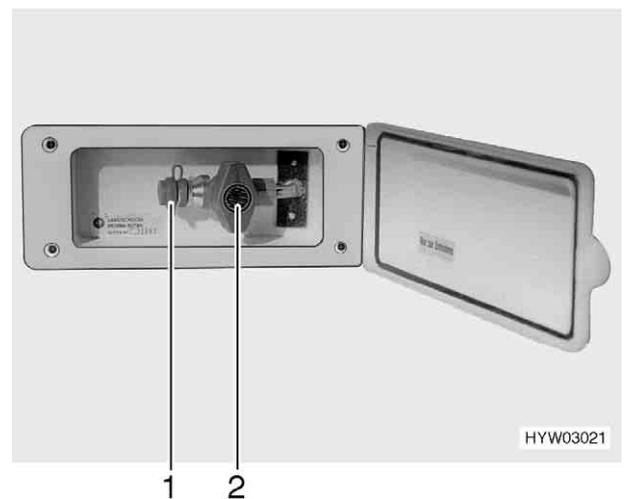

Bild 84 Externer Gasanschluss, Absperrhahn geschlossen
- ▶ Wenn der externe Gasanschluss nicht genutzt wird, immer den Absperrhahn (Bild 84,2) schließen.
- ▶ Darauf achten, dass nach dem Anschließen und nach dem Öffnen des Absperrhahns kein Gas an der Anschluss-Stelle (Bild 84,1) austritt. Wenn der externe Gasanschluss nicht dicht ist, strömt Gas ins Freie. Sofort den Absperrhahn und das Haupt-Absperrventil an der Gasflasche schließen. Den externen Gasanschluss von einer autorisierten Fachwerkstatt prüfen lassen.
Der externe Gasanschluss (Bild 84) befindet sich vorne rechts neben dem Gaskasten.